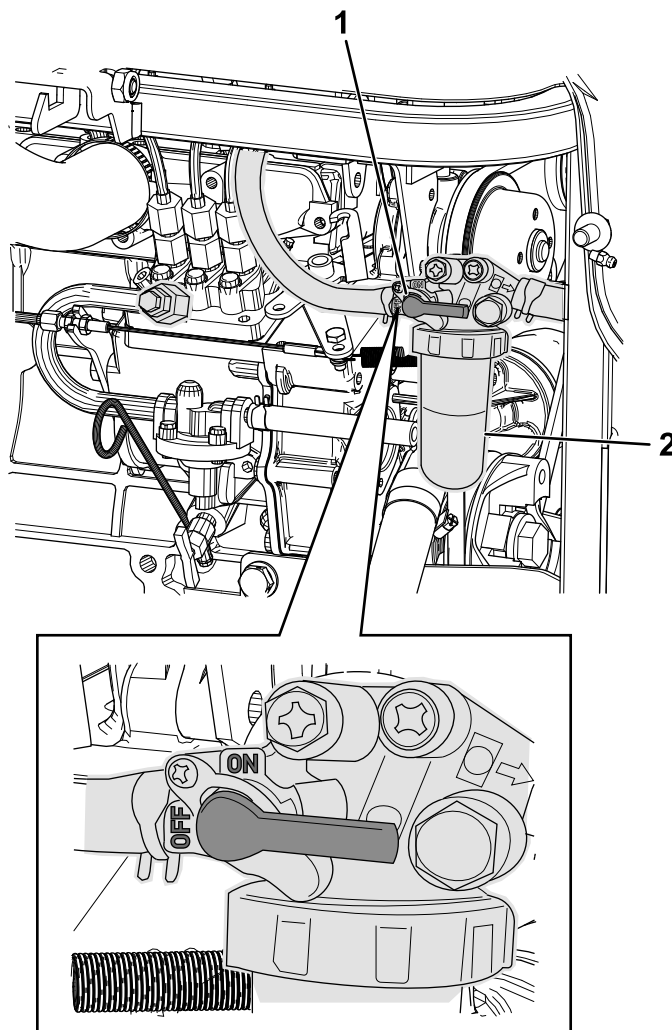

Figura 60
1. Limpie la zona alrededor del filtro de combustible (Figura 60).
2. Gire la palanca del filtro de combustible a la posición de APAGADO (Figura 60).
3. Retire el filtro y limpie la superficie de montaje del filtro (Figura 60).